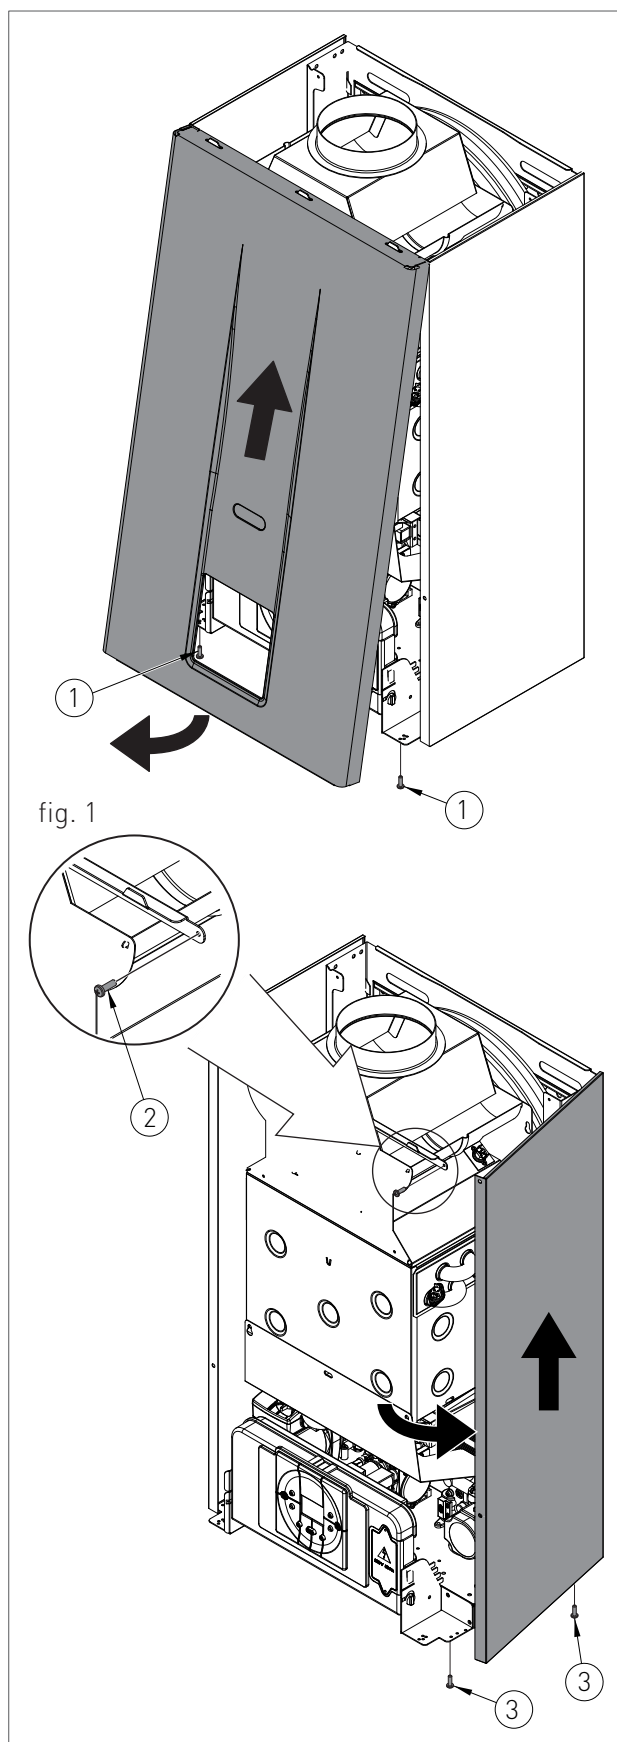

fig. 1
- › rimuovere le viti (1 - fig.1) di fissaggio poste nel bordo inferiore del pannello frontale;
- › afferrare il pannello frontale nella parte inferiore e, tirandolo verso se, estrarlo con movimento verso l'alto (vedi fig. 1).
- › rimuovere la vite (2 - fig.1) di fissaggio posta nel bordo frontale del pannello laterale;
- › rimuovere le viti (3 - fig.1) di fissaggio poste nel bordo inferiore del pannello laterale;
- › afferrare la base del pannello e, dopo averlo spostato lateralmente, estrarlo alzandolo (vedi fig. 1).